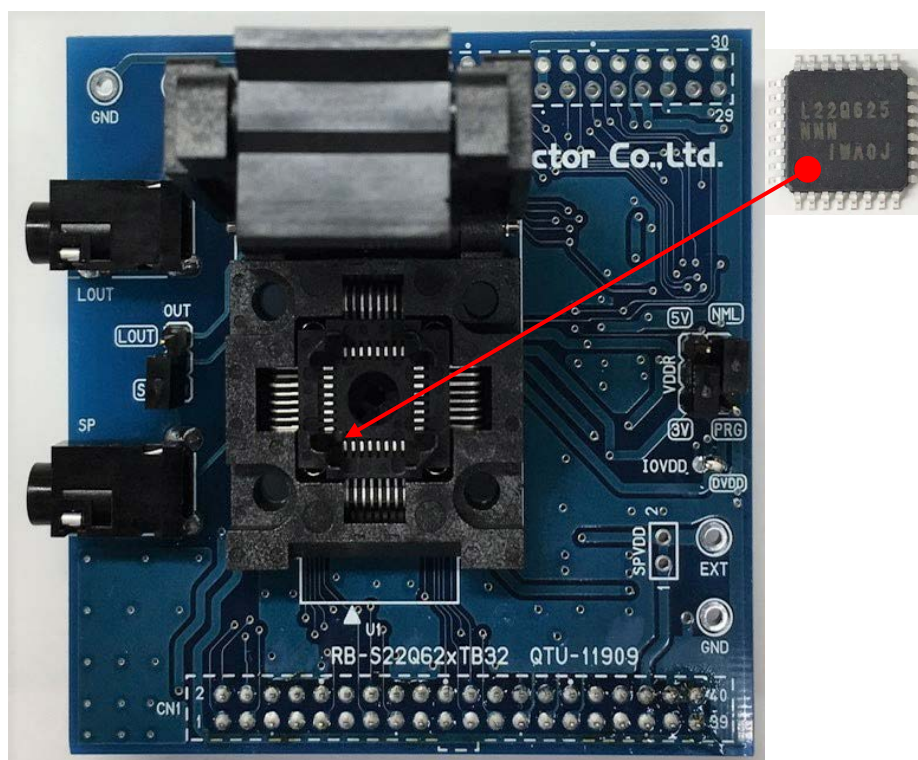

図 1 外観
- 本ボードに音声合成 LSI をセットする際には、電源を切った状態で行ってください。1 ピンはソケット開口部に対して向かって左下、基板シルク ▲ の位置です。デバイスのセット方向を図 1 に示します。